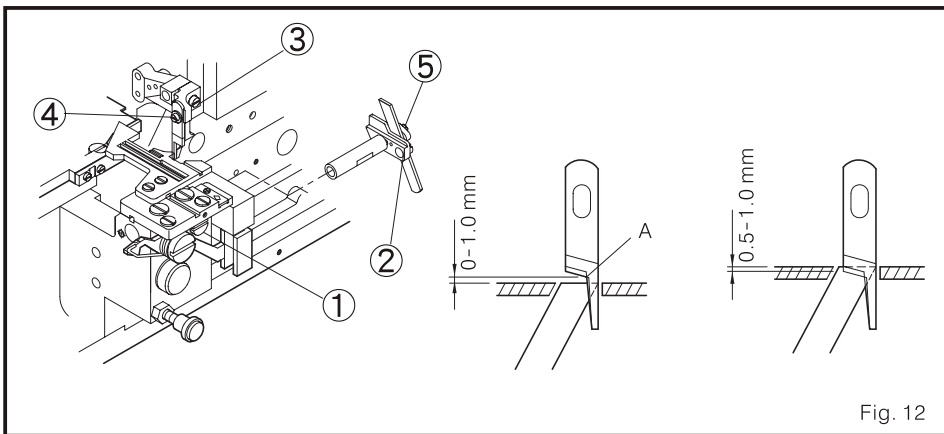

Fig. 12
8. Ajuste da largura de costura (Fig. 12)